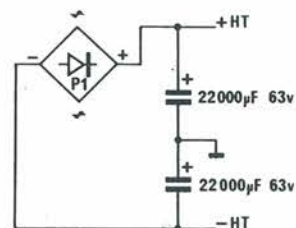

Figura 4. Soluzione da evitare.
A partire dall'uscita del ponte rettificatore P1, nelle Figure 4, 5 e 6 proponiamo diverse possibilità di alimentazione c.c. Quella in Figura 4 è da evitare negli amplificatori autocostruiti. Il suo unico vantaggio è il prezzo molto contenuto, ma gli inconvenienti sono notevoli:
5) È inutile scegliere tipi di condensatori a bassa resistenza di serie, che sono enormi e dispendiosi, tranne forse i Philips RTC che abbiamo avuto occasione di provare. Insomma, l'alimentazione mostrata in Figura 4 va bene solo in ambiente dove il suono di un piano all'ora del the non deve rischiare di svegliare il gatto. Se la vostra preferenza va a questo schema, è inutile che finiate di leggere l'articolo: compratevi un semplice amplificatore bipolare musicale, e siete a posto.